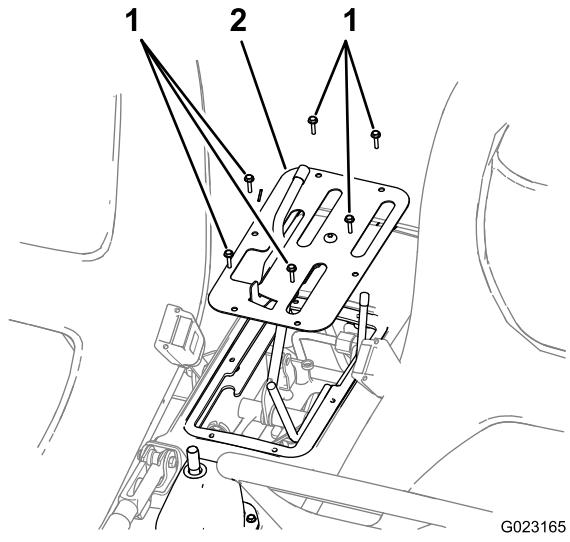

図 3
3. 中央コンソールのカバープレートの外側エッジ部をシャーシに固定しているねじ6本を外して、カバープレートを取り外す図3。